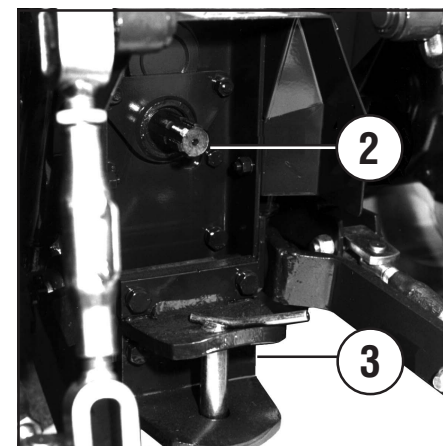
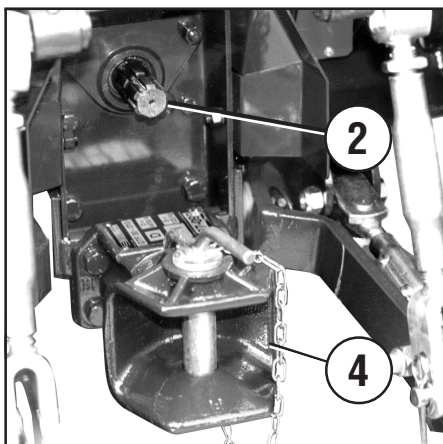

Fig. 8
Fig. 9
- På den bageste side, med låsebolt (3 fig. 8) til træk af køretøjer og udstyr. Som alternativ en CBM trækkrog (4 fig. 9), som er anderledes end den normale trækkrog, idet den kan dreje på sin længdeakse.